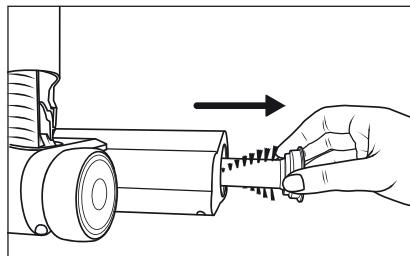

Fig. 27
- 3) Sfilare il rullo a spazzola 20 dalla spazzola per pavimenti 21 (vedere fig. 27).